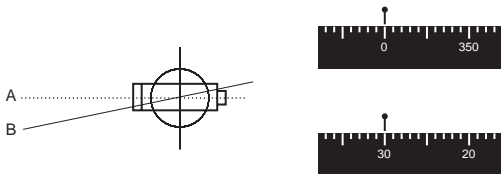

Figura 4
- ① Porre lo strumento in stazione esattamente su di un punto utilizzando il filo a piombo per centrarsi esattamente.
- ② Allinearsi sul punto A, azzerare il cerchio.
- ③ Ruotare il cannocchiale, fino a centrare il punto B, leggere il valore angolare sul cerchio. La lettura rappresenta l'angolo orizzontale compreso tra A e B. (Vedere Figura 4).